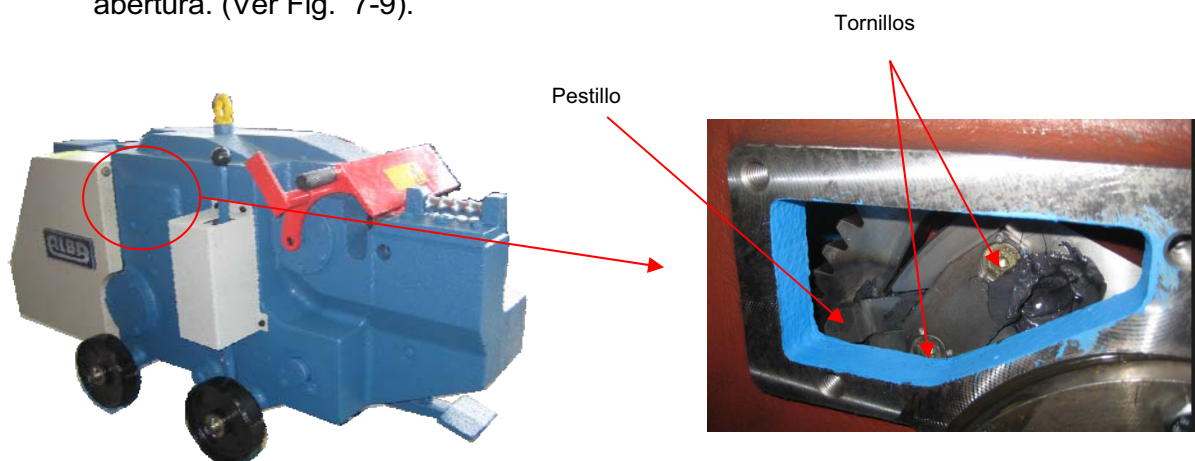

Fig. 7-9 Sustitución del Pestillo
- Apretar el botón rojo y verde de forma alterna y soltar la Palanca para liberar el embrague. Seguir pulsando los botones hasta que se vea el Pestillo por la abertura. (Ver Fig. 7-9).
- Soltar los dos tornillos de la Fig. 7-9.